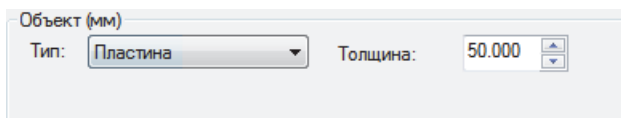

Рис. 4-7 Указание геометрии объекта контроля
- c) В зоне **Объект** выберите тип геометрии контролируемого объекта и укажите его толщину (Рис. 4-7 на стр. 109).